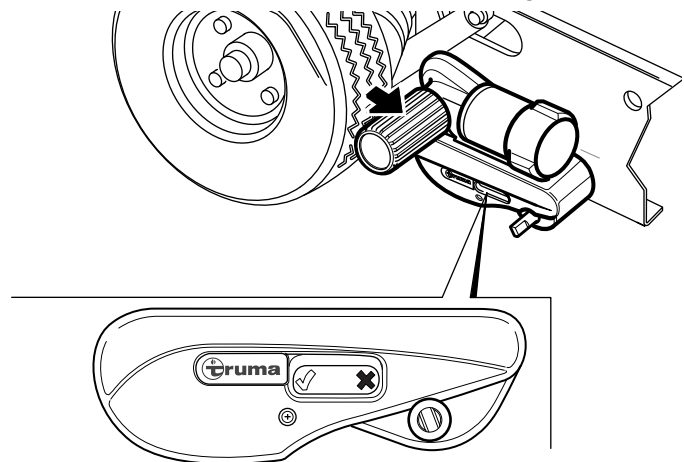

Fig. 31
- L'operazione di allontanamento è stata completata quando l'indicatore di posizione sull'alloggiamento del sistema di manovra mostra ✕ (Fig. 31).